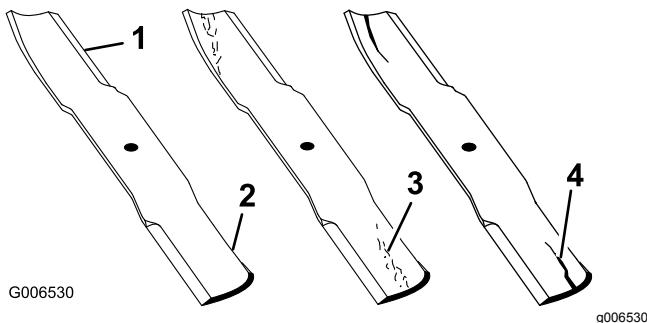

Bild 112
1. Untersuchen Sie die Schnittkanten (Bild 112).
4. Wenn Sie Risse, Verschleiß oder Rillenbildung in diesem Bereich feststellen, sollten Sie sofort ein neues Schnittmesser einbauen (Bild 112).